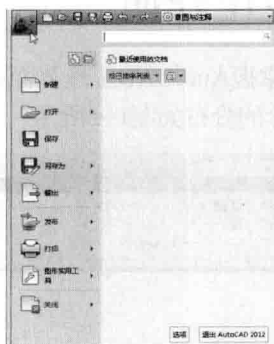

图1-7 管理图形文件的命令菜单
- ◎ **程序图标**：标题栏的最左侧是程序图标，单击该按钮，在打开的下拉列表中汇集了 AutoCAD 用于管理图形文件的选项，如新建、打开、保存、打印和输出等，如图1-7所示。